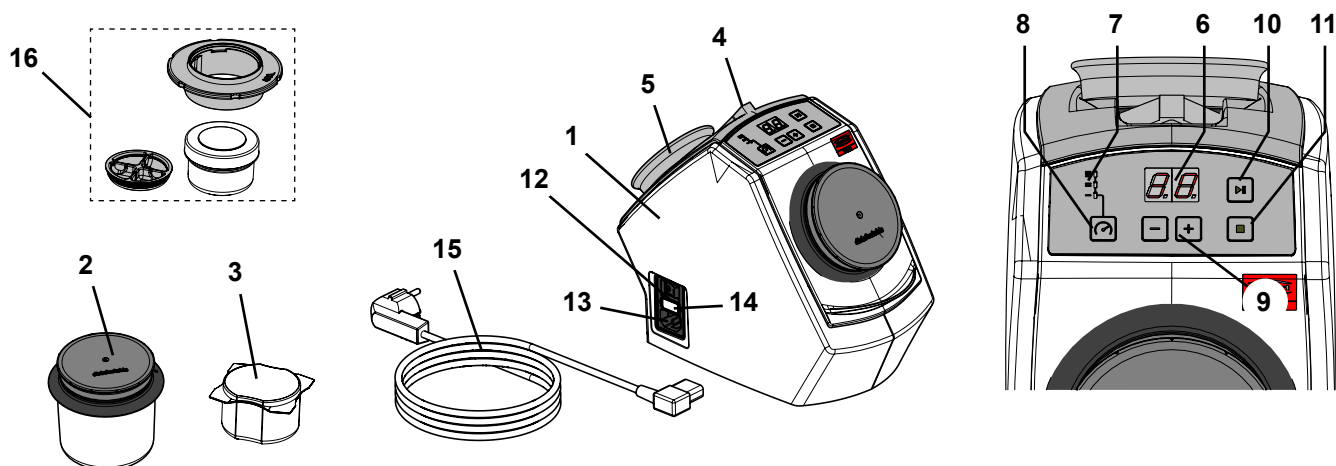

Fig. 1
- ▶ El imán de sujeción (Fig. 1, Pos. 5) contiene plomo
- ⇒ Sitúe las pinzas adjuntas y el imán de sujeción en las correspondientes cavidades en la parte trasera del aparato (Fig. 1).
- ⇒ Elija el cable de red provisto del conector adecuado para su país (15, Fig. 1).
- ⇒ Introducir el cable de red a la conexión de red (13, Fig. 1).
- ⇒ Conecte el aparato a través del interruptor de red (12, Fig. 1).
- ⇒ Llene el vaso de limpieza (2, Fig. 1) con 75 g de agujas de limpieza (equivale a un envase).
- ⇒ Llene el mini vaso SYMPRO (accesorio) (16, fig. 1), con aprox. 5 g de agujas de limpieza.